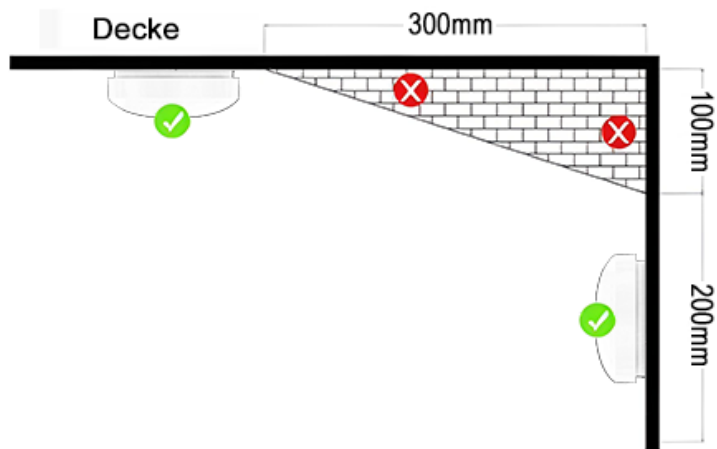

Abbildung 1
5. Wenn der Melder nicht an die Deckenmitte installiert werden kann, bringen Sie ihn 300 mm von den Ecken entfernt an. (Abb. 1).